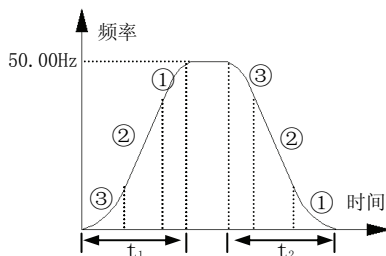

图 7-2 S 曲线加减速
1：S 曲线加减速方式。输出频率按照 S 形曲线递增或递减，如图 7-2 所示。
S 曲线起始段时间如图 7-2③所示，输出频率变化的斜率从 0 逐渐递增。
S 曲线上升段时间如图 7-2②所示，输出频率变化的斜率恒定。
S 曲线结束段时间如图 7-2①所示，输出频率变化的斜率逐渐递减到 0。